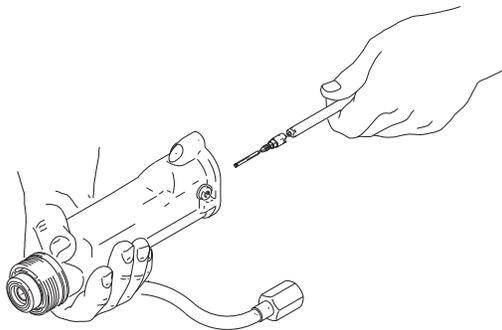

图 32. 流体枪针的更换
8. 将流体枪针组件安装在枪筒内。用 2 毫米球头扳手（48）推入枪针，并拧紧。参见图 32。